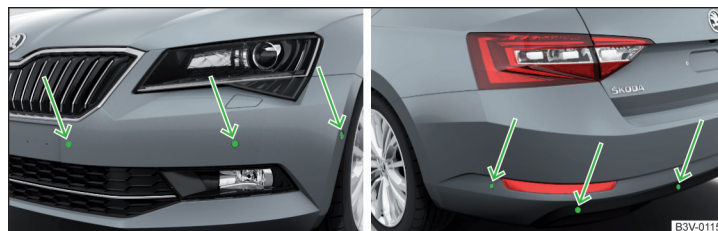

Fig. 165 Locul de amplasare al senzorilor de pe partea stângă a autovehiculului: față/spate
- Mențineți senzorii sistemului » fig. 165 la pagina 135 curățți, fără zăpadă sau gheață și nu îi acoperiți cu niciun fel de obiecte, pentru a nu limita funcționarea sistemului.
Sistemul calculează cu ajutorul undelor de ultrasunete distanța dintre bara de protecție și un obstacol. Senzorii cu ultrasunete se găsesc în bara de protecție spate, respectiv și în bara de protecție față, în funcție de dotarea autovehiculului » fig. 165.